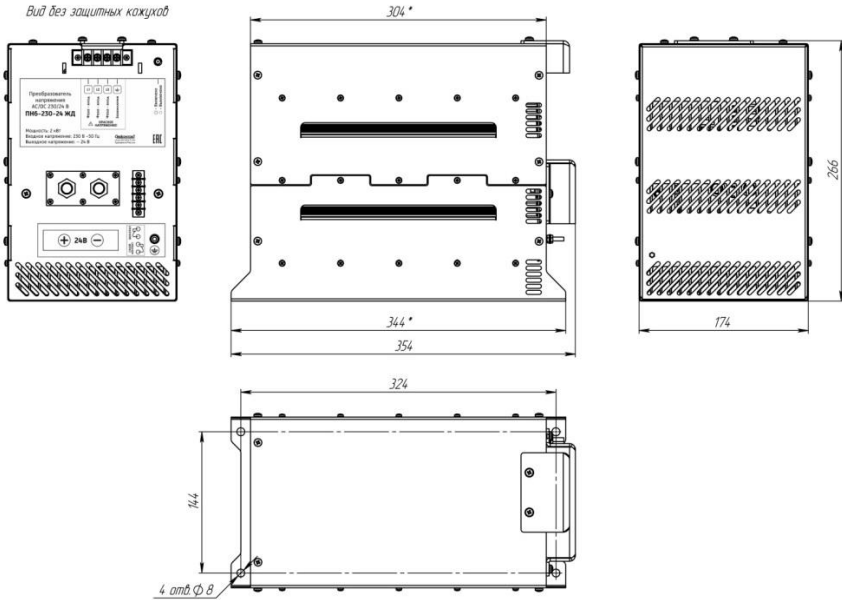

Рис. 1.
1.4 Внешний вид и габаритные размеры преобразователя указаны на Рис.1.